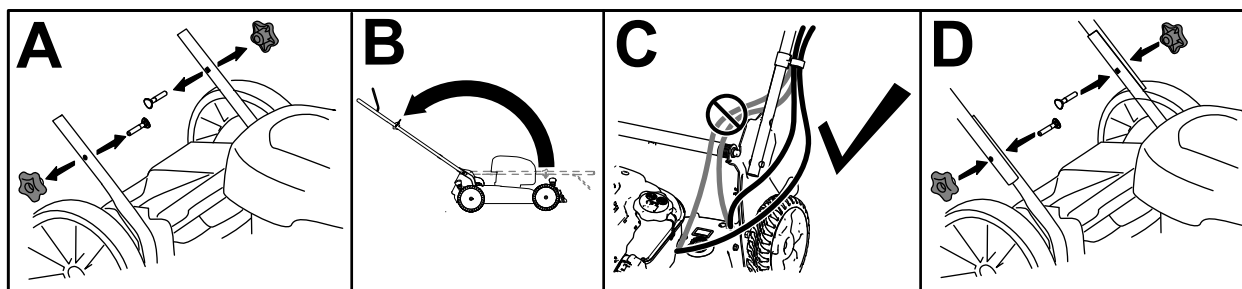

Figure 3
1. Retirez les boutons et les boulons correspondants sur la partie inférieure du guidon (A de Figure 3).
2. Placez la partie supérieure du guidon sur la partie inférieure et dépliez le guidon (B de Figure 3).
3. Vérifiez que les câbles passent bien à l'extérieur du guidon (C de Figure 3).
4. Installez les boutons du guidon à l'aide des boulons correspondants et serrez-les fermement à la main (D de Figure 3).